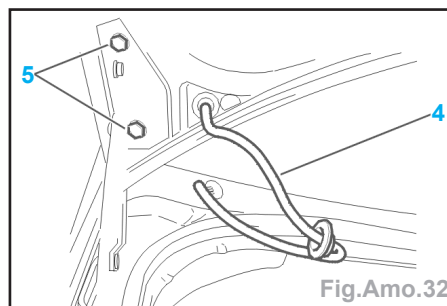

Fig.Amo.32
- les équilibres (2) en maintenant le coffre ouvert,
- débrancher la connexion électrique (3) (sous la tablette arrière).
- Dégager le faisceau (4) par le trou de la traverse inférieure de lunette (Fig. Amo.32).
- Déposer les fixations (5) et le coffre